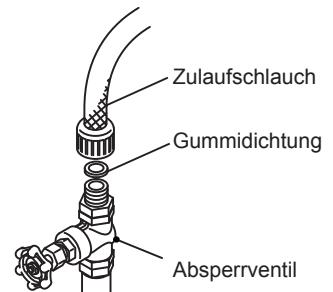

Abb. 4
1) Das freie Ende des Zulaufschlauches mit dem Absperrventil (Abb. 4) verbinden und darauf achten, dass die Gummidichtung richtig positioniert ist. Mit der Hand so anziehen, dass die Verbindung dicht ist. Vorsichtshalber sollte das Absperrventil in Reichweite sein.
- 4) Das Absperrventil der Trinkwasserversorgungsleitung schließen. Siehe Abb. 4.